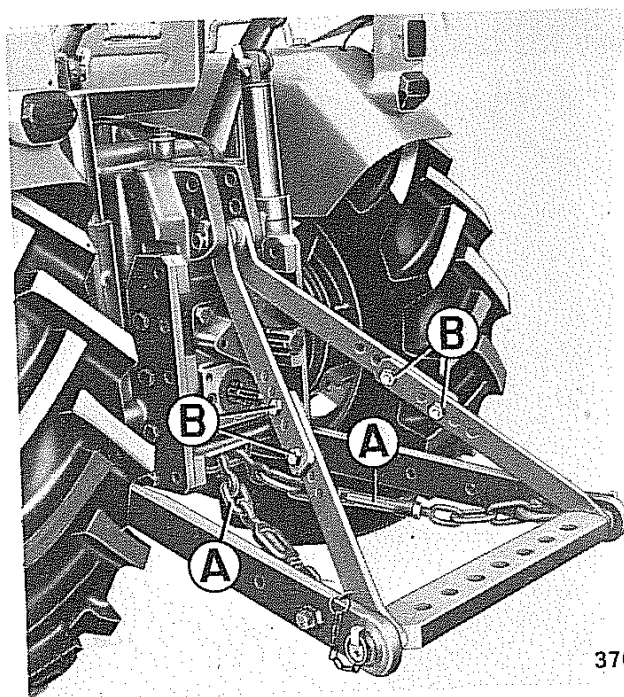

Fig. 110 - Barra di traino
Per il traino di attrezzi è applicabile alla trattrice una apposita barra (fig. 110) con sette diverse posizioni di aggancio. Evitare quegli attrezzi che scaricano sulla barra un eccessivo peso, perchè in tal caso si rischierebbe di fare impennare la trattrice. L'altezza da terra si può regolare agendo sulle viti **B** (fig. 110).
N.B. – Ricordarsi sempre di applicare e mettere in tensione le catene **A**, nella posizione alta del sollevatore (fig. 110) per evitare eccessive oscillazioni laterali dell'attrezzo trainato. Ricordarsi inoltre di togliere i tiranti di sollevamento.